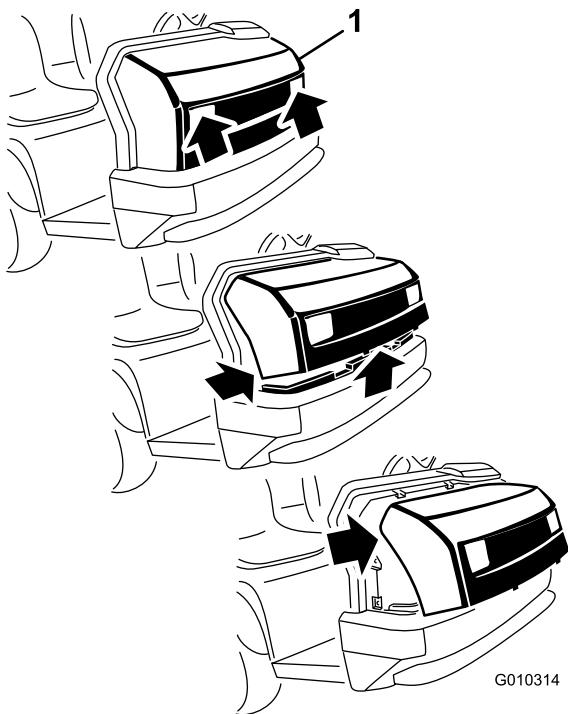

Figura 27
- Segurando firmemente no capot pelas aberturas dos faróis, eleve o capot para soltar as patilhas de montagem inferiores das ranhuras da estrutura (Figura 27).
2. Desloque a parte inferior do capot para cima até ser possível retirar as patilhas de montagem superiores das ranhuras da estrutura (Figura 27).
3. Incline a parte superior do capot para a frente e desligue os conectores de fios dos faróis (Figura 27).
2. Insira as patilhas de montagem superiores nas ranhuras da estrutura (Figura 27).
3. Insira as patilhas de montagem inferiores nas ranhuras da estrutura (Figura 27).